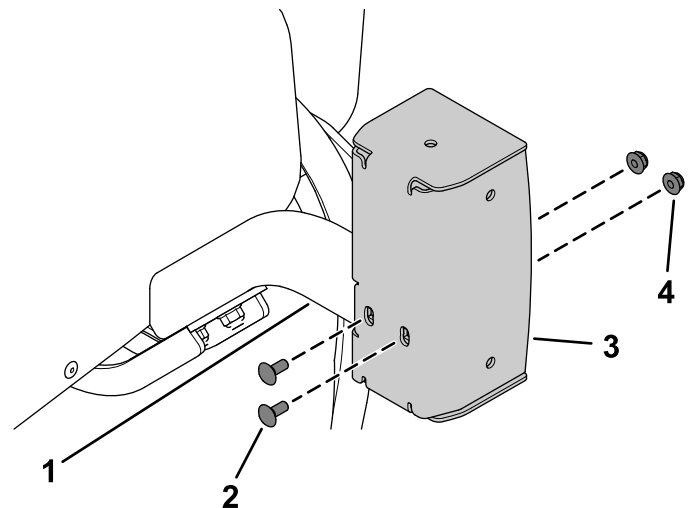

Figure 24
4. Fixez les boîtiers des éclairage gauche et droit aux supports courts gauche et droit à l'aide de 4 boulons de carrosserie ($1/4$ " x $5/8$ ") et 4 contre-écrous ($1/4$ "), comme montré à la Figure 24.